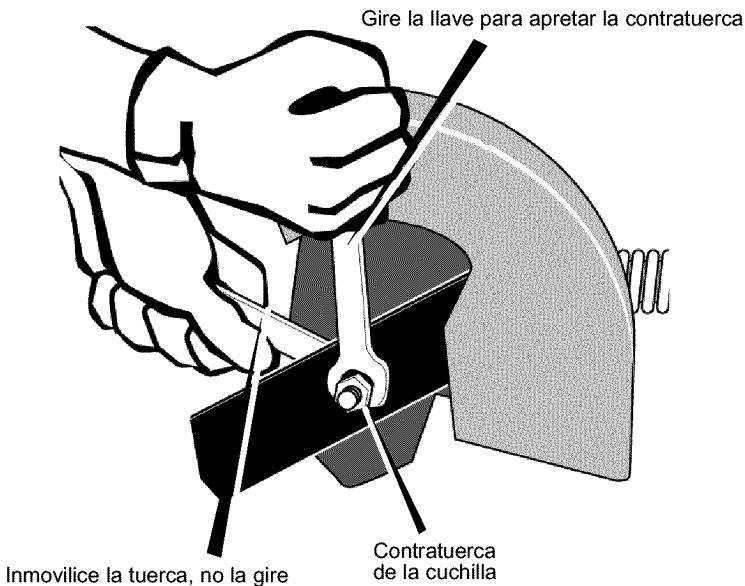

Figura 34
**ADVERTENCIA:** Para sacar o apretar la contratuerca de la cuchilla, use siempre el método ilustrado en la Figura 34. Coloque siempre una llave de boca para sujetar el perno ubicado detrás de la cuchilla.